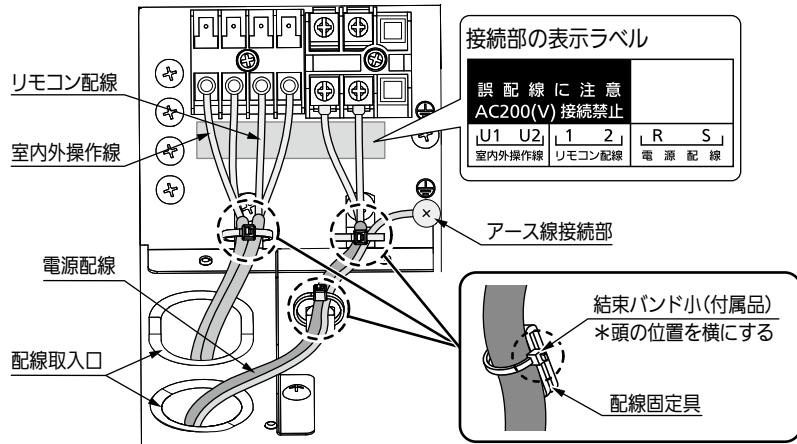

図16
- このとき、電源配線は端子接続部に張力が加わらないように、配線固定具に結束バンド小(付属品)を通し、しっかりと固定してください。固定は必ず被覆部分で行ってください。(図16)